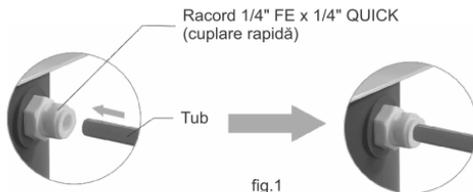

fig.1
a. Conectarea tubului (fig.1):
a. Tube connection (fig. 1):